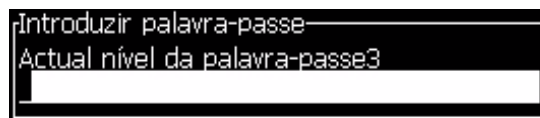

Figura 4-11: Caixa de diálogo Digitar senha
- 1 Pressione *Alt + w* e selecione a opção *Digitar senha* no menu *Senha*. Em alternativa, prima *F3* na tela principal. A caixa de diálogo *Nova senha* aparece (veja Figura 4-11).